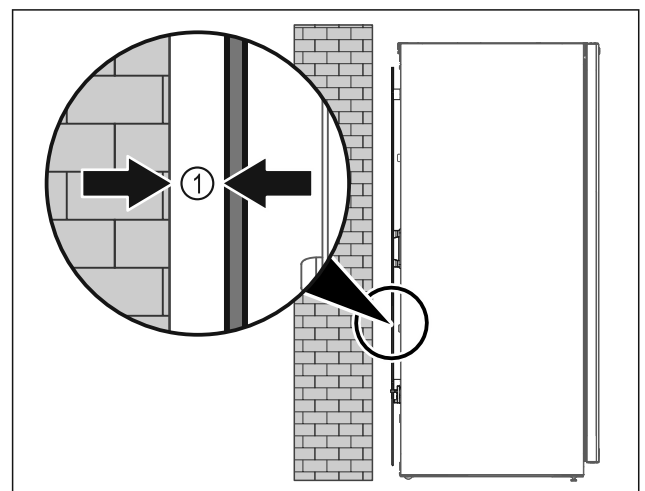

Fig. 7
- Aparat postavite na poljubno mesto v prostoru ali neposredno ob steno z minimalnim odklikom 5 mm Fig. 7 (1).